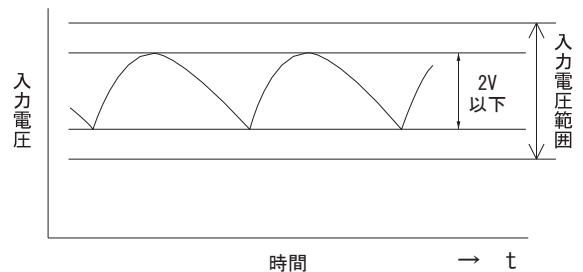

図 3.1 入力電圧のリップル
(4) 入力電源
- 入力電圧に含まれるリップル電圧（図 3.1）は、2Vp-p以下でご使用ください。この値が大きいと出力リップル電圧が大きくなります。